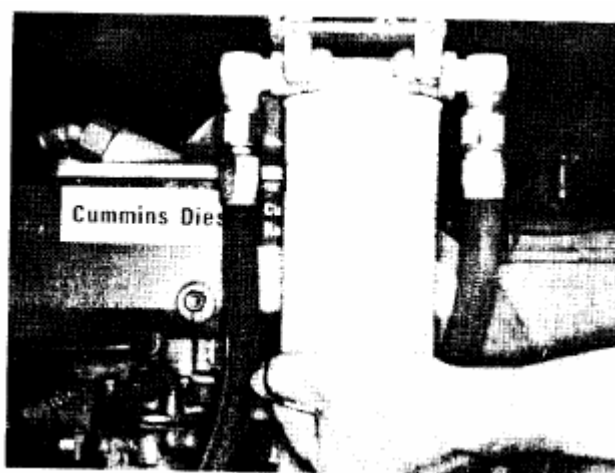

Рис.2-19. (V11909). Замена топливного фильтра «центробежного типа».
1. Отверните и извлеките фильтрующий элемент топливного фильтра. Рис.2-19 и 2-20.